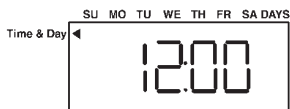

fig.10
- 2) Con los pulsadores **↓↑** correr el reloj para visualizar la hora corriente (fig. 10).